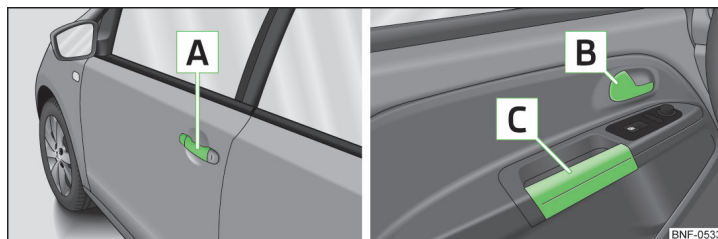

Fig. 26 Tirador/palanca de apertura de la puerta
- Tirar de la manilla de la puerta **A** » fig. 26 correspondiente.